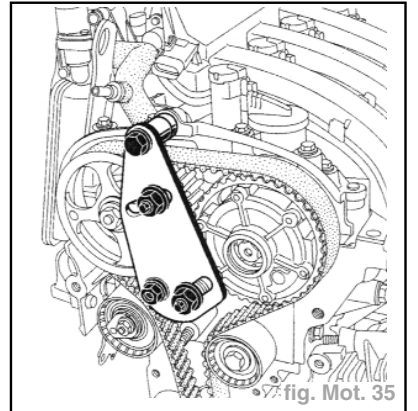

fig. Mot. 35
- Mettre en place l'outil de blocage des poulies des arbres à cames **Mot. 1509** équipé du complément **Mot. 1509-01** (fig. Mot. 35).